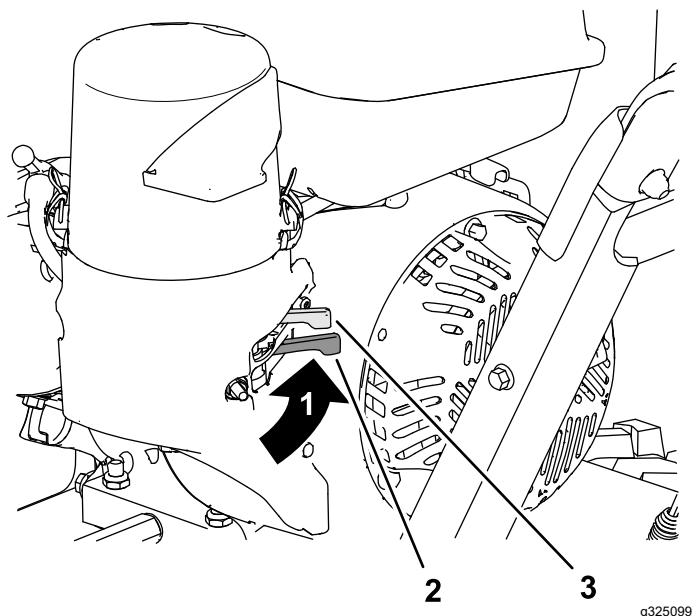

Figura 11
Mueva la válvula de cierre del combustible, situada debajo del estérter, a la derecha para dejar pasar el combustible (Figura 11).
2. En el lado izquierdo trasero del motor, mueva la palanca del estérter hacia la izquierda a la posición de ACTIVADO. Si el motor está caliente, deje el estérter en la posición de DESACTIVADO (Figura 11).
6. Deje que el motor se caliente durante varios minutos, luego mueva el estérter hacia la posición de DESACTIVADO (Figura 11).
5. Utilice la válvula de cierre del combustible para cerrar el paso del combustible cuando no se va a utilizar la máquina durante unos días, antes de aparcar la máquina dentro de un edificio, o durante el transporte a y desde la obra (Figura 11).